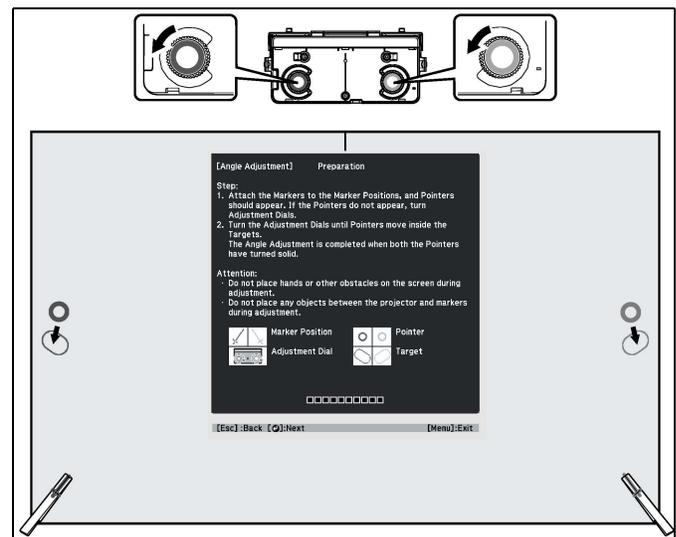

Figure 42
**REMARQUE :** Tourner un bouton d'ajustement **dans le sens inverse des aiguilles d'une montre** déplace le cercle en diagonale vers le **bas** à l'opposé du centre de l'image projetée. (Voir figure 42)